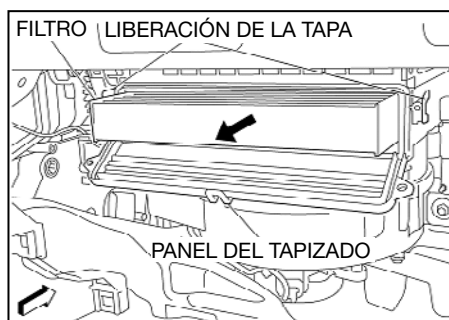

Fig. 20
4. Libere la cubierta del filtro de aire de cabina (ver Fig. 20).